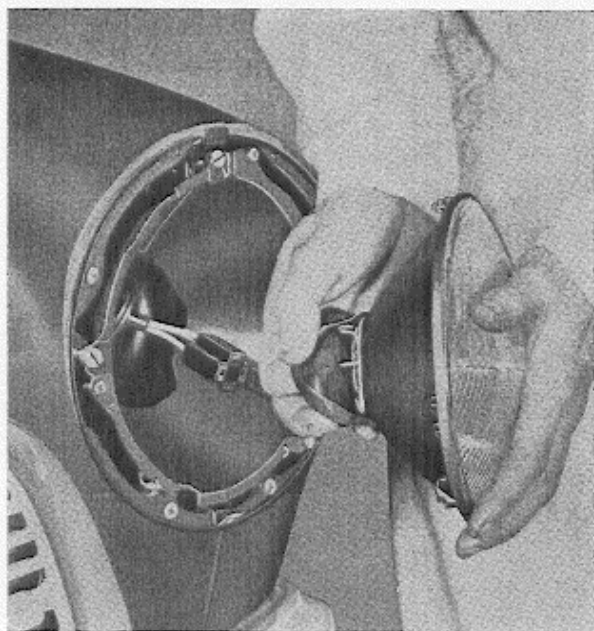
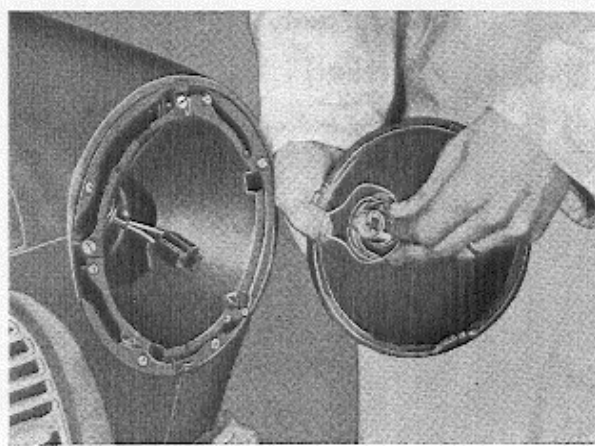

Abb. 82 Ausbau des Gummischutzes
Abb. 83 Ausbau der Haltefeder für die Glühbirne
3. Ist der Wagen mit asymmetrischen Scheinwerfereinsätzen versehen, so ist erst der Gummischutz lt. Abb. 82 und danach die Feder, die die Glühbirne hält, lt. Abb. 83 auszubauen.